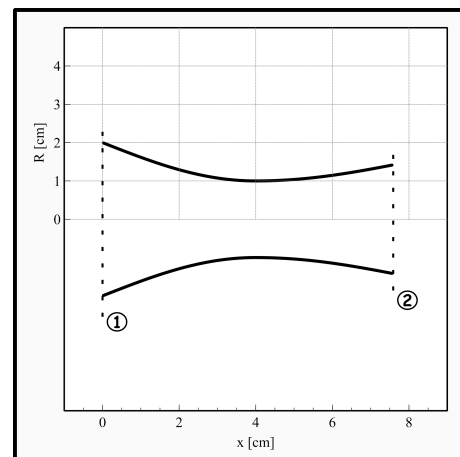

Figura 1
1. (4,0 v.) A Figura 1 apresenta uma tubeira convergente-divergente a operar em regime estacionário com escoamento isentrópico de ar em toda a sua extensão. Na secção de entrada da tubeira (Secção 1) a velocidade, pressão e temperatura são iguais a  $112,5 \text{ m.s}^{-1}$ ,  $0,5 \text{ MPa}$  e  $350 \text{ K}$ , respectivamente. A área da garganta da tubeira é igual a  $3,142 \text{ cm}^2$  e a área da secção de saída (Secção 2) é igual a  $6,284 \text{ cm}^2$ . Considere o ar como gás perfeito com  $k = 1,4$  e  $R = 287 \text{ J.kg}^{-1}.\text{K}^{-1}$ .